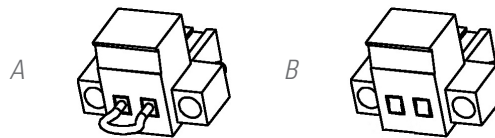

Fig. 10. Conector para el EPO externo.
- Ya bien al retirar el conector hembra del zócalo donde está insertado. Este conector lleva conectado un cable a modo de puente que cierra el circuito (ver Fig. 10-A).
- O al accionar el pulsador externo al equipo y de propiedad del usuario e instalado entre los terminales del conector (ver Fig. 10-B). La conexión en el pulsador deberá estar en el contacto normalmente cerrado -NC-, por lo que abrirá el circuito al accionarlo.